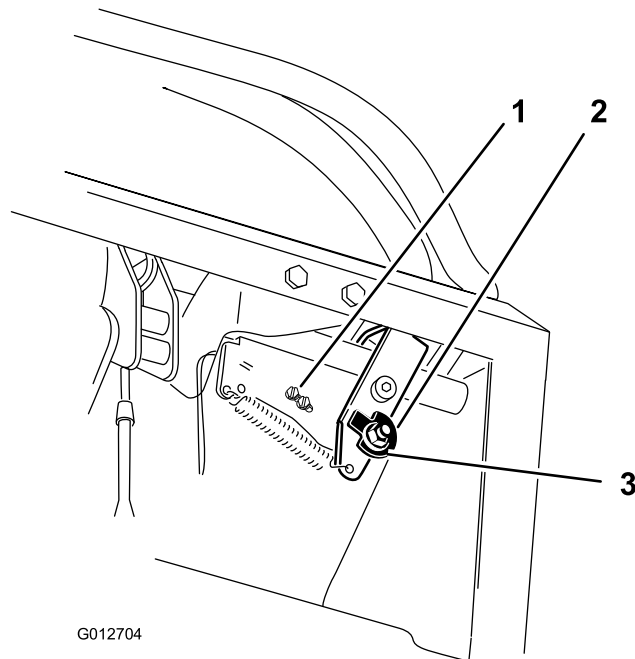
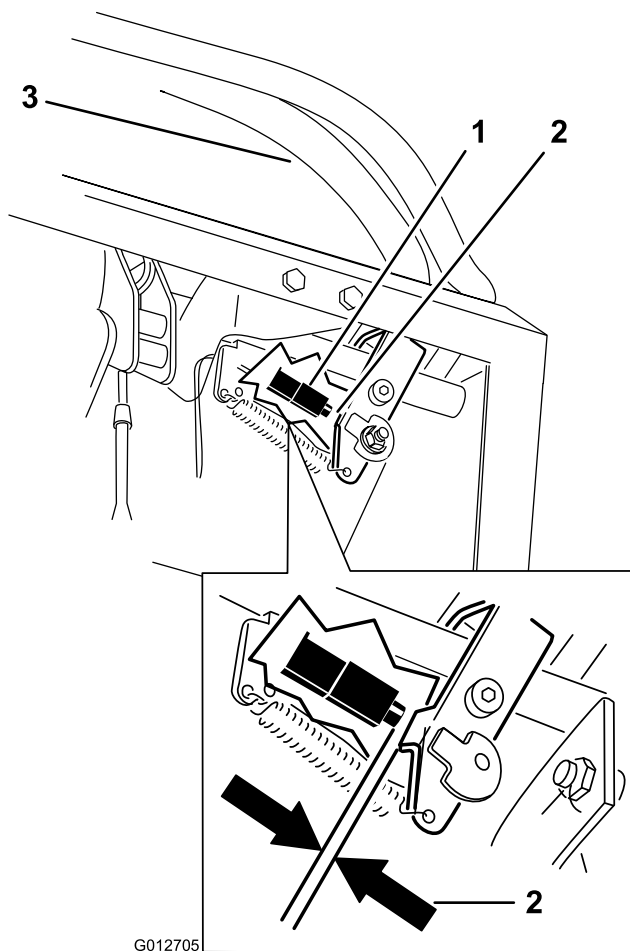

Figure 69
Figure 70
10. Vérifiez l'écartement entre le levier de commande et l'interrupteur comme illustré à la Figure 70. L'écartement doit être de 3 mm (1/8") lorsque le levier de commande de déplacement droit est au point mort, en position déverrouillée.
11. Au besoin, desserrez les vis de fixation de l'interrupteur et réglez l'interrupteur (Figure 69 et Figure 70).
7. Desserrez l'écrou de fixation de la came (Figure 69).